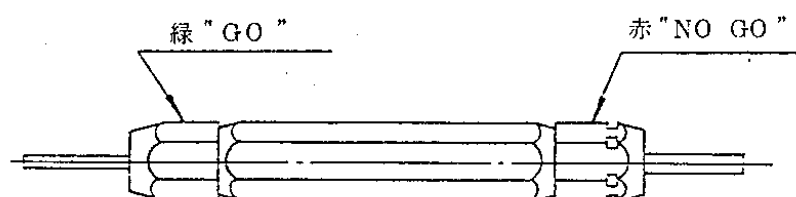

図8 検査ピンゲージ
- (b) ハンドルを締め付けた状態で圧着歯の間隔（仮想円径）を M22520/3-01 の検査ピンゲージ（図 8 参照）にて、GO 側ピン（緑色）が通り、NOGO 側ピン（赤色）が通らないことを確認して下さい。